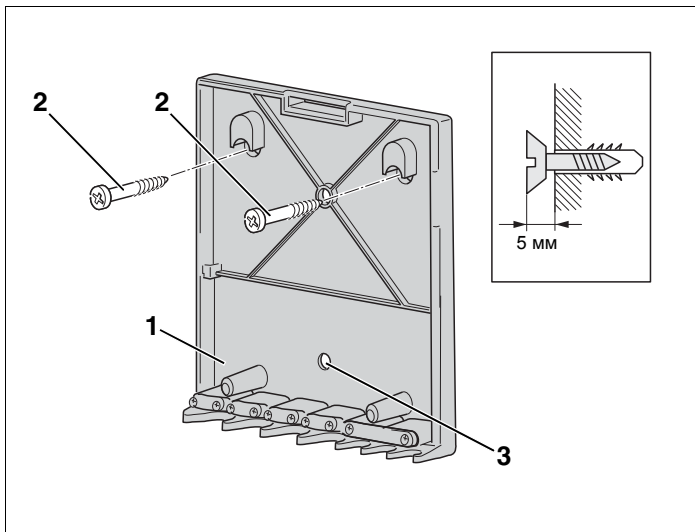

Рис. 9 Установка настенного кронштейна
- Наметить расположение отверстий для настенного кронштейна (рис. 9, **поз. 1**).
- Просверлить отверстия согласно их расположению на кронштейне (рис. 9, **поз. 1**) (\varnothing 6 мм).
- Вставить дюбели в отверстия и закрутить входящие в поставку винты (рис. 9, **поз. 2**) до их выступа 5 мм.
- Установить настенный кронштейн (рис. 9, **поз. 1**) и затянуть винты. Если требуется, то зафиксируйте кронштейн (рис. 9, **поз. 1**) винтом в дополнительном отверстии (рис. 9, **поз. 3**).